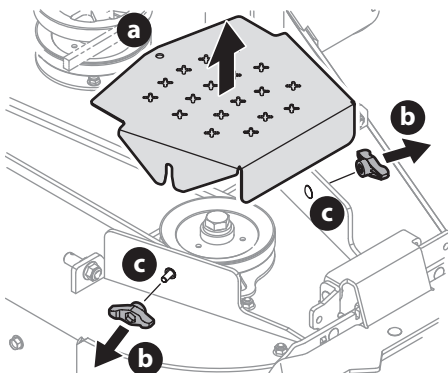

Fig. 53
- Pour retirer les couvercles de courroie (a), retirez les boutons à ailettes (b) des vis du chariot (c) qui les fixent au plateau de coupe (Fig. 53).
- L'écrou de vitesse doit maintenir la vis du chariot (c) et le boulon de fixation en place, si ce n'est pas le cas, réinstallez-les (Fig. 53).